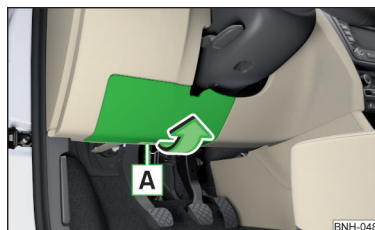

Fig. 185
- Îndepărtați capacul panoului de siguranțe în sensul săgeții » fig. 185.